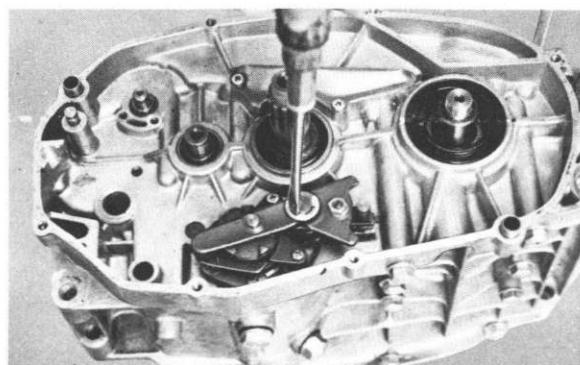

Fig. 4-11-10
- d. Remove the circlip, and then the change lever assembly. (Figs. 4-11-10, 4-11-11)
- d. Retirez le circlip, puis l'ensemble de levier du sélecteur. (Fig. 4-11-10, 4-11-11)
- d. Gangschalthebelgarnitur durch Lösen des Seegeringes demontieren: (Abb. 4-11-10, 4-11-11)